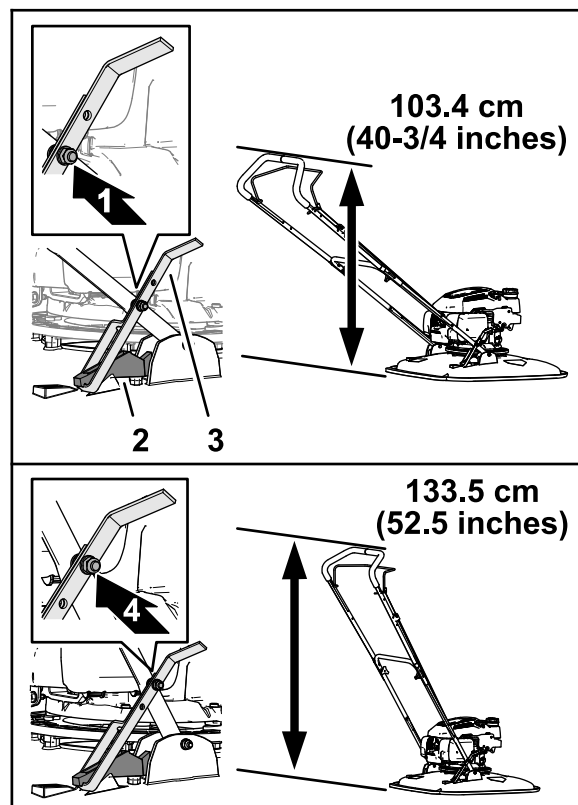

Figura 3
1. Determinai înălțimea barei de ghidare atunci când opritorul acionat cu piciorul este fixat pe suportul superior al opritorului (Figura 3).